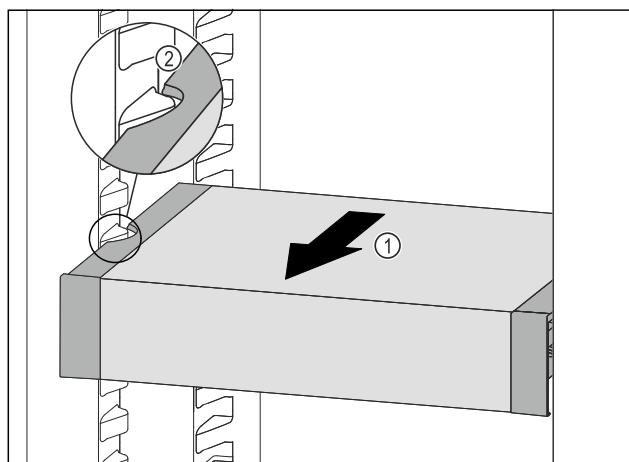

Fig. 123
- VarioSafe dras framåt Fig. 123 (1) tills sidofördjupningarna på VarioSafe är i samma nivå som behållarlisterna i kyldelen. Fig. 123 (2)